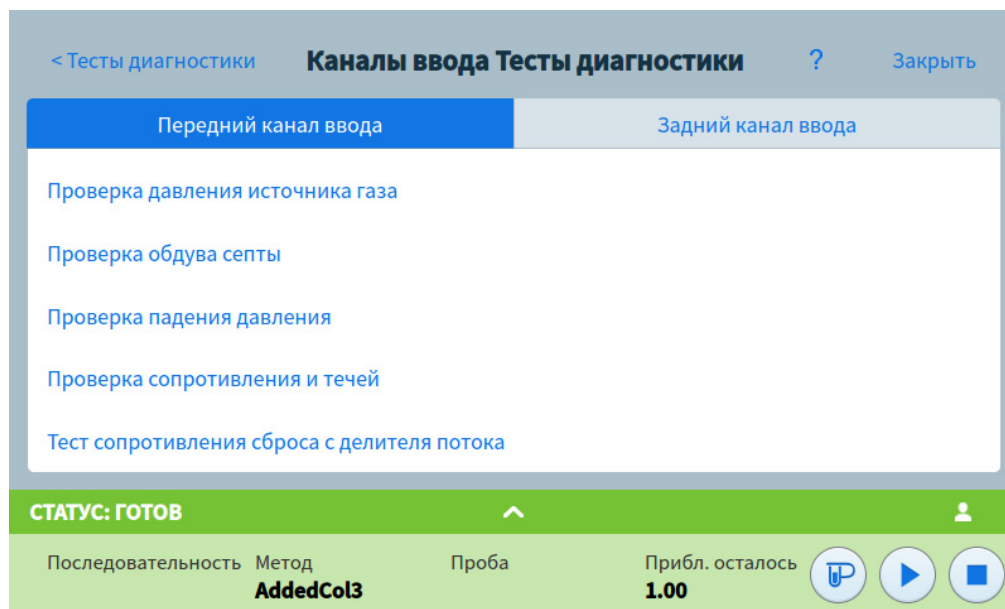

Рис. 29. Страница диагностических проверок каналов ввода
- 3 Выберите **Каналы ввода**, **Детекторы** или **Другое** по необходимости. Откроется соответствующая страница. Например, при выборе пункта **Каналы ввода** откроется страница диагностических проверок каналов ввода. См. **Рис. 29**.